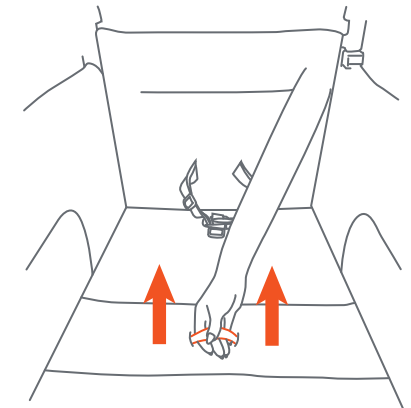

Fig. 18a
- Locate the pull tab on the inside of the wagon. Pull up until the lock disengages (Fig. 18a).
- Localice la pestaña de tiro en el interior del vagón. Tire hacia arriba hasta que el vagón se desenganche (Fig. 18a).